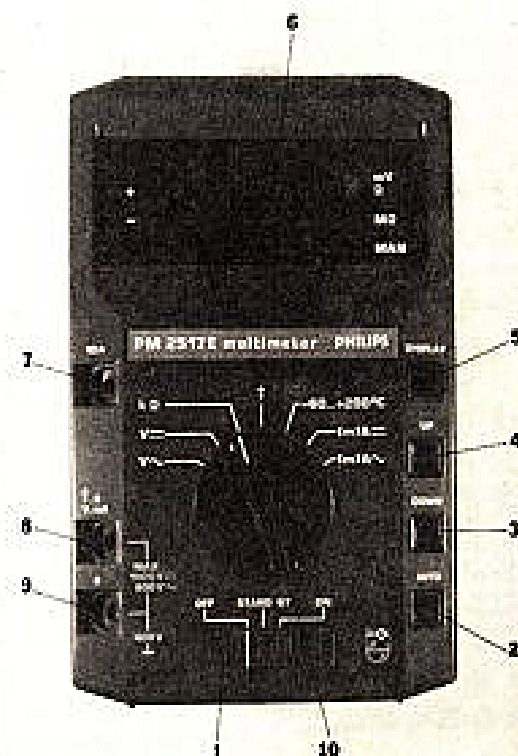

Fig. 5
phiée à la figure 5. Si on excepte la prise DIN pour le branchement de la sonde des températures, et le jack de liaison avec le bloc convertisseur destiné soit à l'alimentation directe à partir du secteur, soit à la recharge des batteries internes, le PM 2517 E n'offre que trois bornes d'entrée: la borne commune (9), une borne unique pour toutes les fonctions (8), et une borne spéciale pour les fortes intensités, jusqu'à 10 A (7).